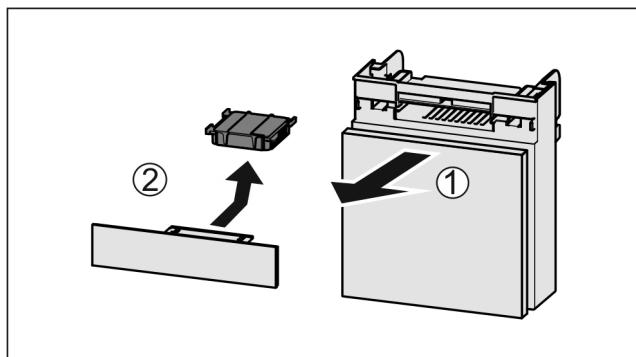

Fig. 109
- Вытянуть Fig. 109 (1) отделение движением вперед.
- Извлечение Fig. 109 (2) фильтра с активированным углем.